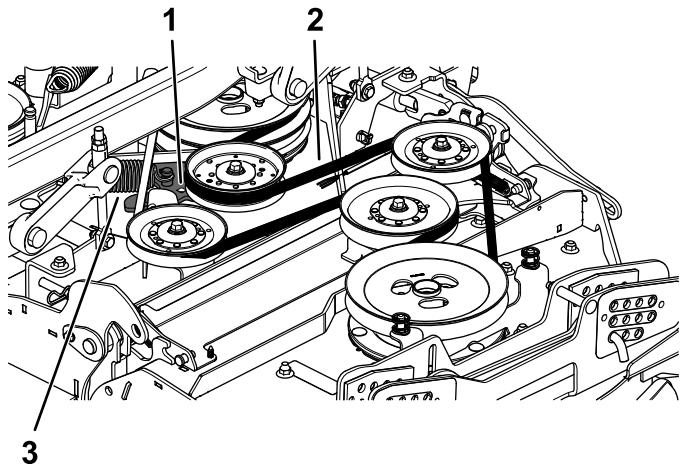

Figura 59
7. Utilizando una llave de carraca en el taladro cuadrado del brazo tensor, gire hacia atrás el brazo tensor para aliviar la tensión del muelle tensor (Figura 59).
8. Retire la correa de las poleas de la carcasa de corte (Figura 59).